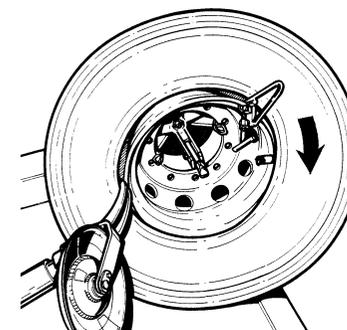

Рис.28
3. Поднимите зажимной рычаг и установите монтажный диск или бескамерный ролик на расстоянии приблизительно 1.5 см (1/2") от внутреннего края диска и на расстоянии приблизительно 1.5 см (1/2") от края диска (Рис.28). Монтажный зажим должен находиться в позиции «11 часов».